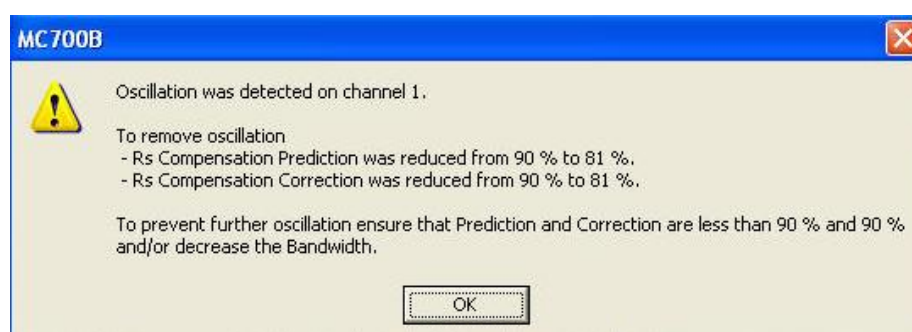
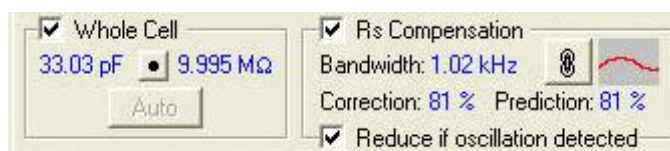

图 11. 选择 Display warning 时出现的警示框
图 12. 电压钳模式下振荡发生时出现的动画波形
(2) When Oscillation Detected: 在对串联电阻进行补偿 (电压钳) 或中和 (电流钳) 的过程中, 当补偿或中和的数值增大时, 电极可能会发生振荡, 这会对细胞产生损害。MultiClamp 700B 的该项功能可防止振荡的产生从而避免细胞损伤。当选择“Disable Rs Compensation in voltage clamp and Pipette Capacitance Neutralization in current clamp”时, 一旦发生振荡, 则放大器将取消串联电阻补偿或中和, 所进行的补偿将无效; 当选择“Reduce Rs Compensation in voltage in 10% and Pipette capacitance in current clamp by 1 pF”时, 一旦发生振荡, 电压钳模式下, 进行的补偿将降低 10% 左右 (Prediction 和 Correction 均降低 10% 左右, 无论它们是否被链接在一起); 而电流钳模式下, 将降低 1 pF, 以求消除振荡。如果仍消除不了振荡, 放大器会进一步降低 10% 或 1 pF, 直到消除振荡为止。如果选择“Display warning”, 则在发生振荡时会出现一个警示框 (图 11), 提示你所选择的上述对付振荡的方法。另外, 在发生振荡时, 会有一个持续 2 s 左右的动画出现在串联电阻补偿或中和的框内, 显示振荡的发生 (图 12)。